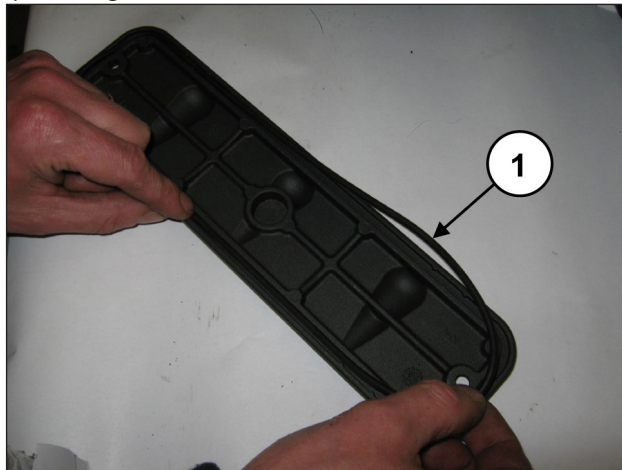
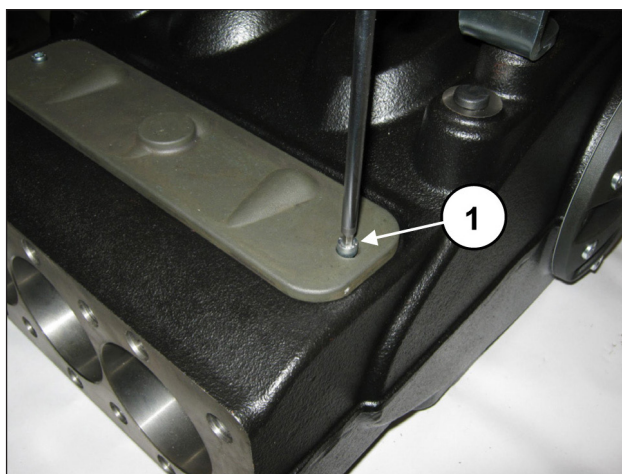

Fig. 189
Fig. 190
Sui coperchi ispezione inserire l'O-ring (pos. ①, Fig. 189) e montare i coperchi mediante l'utilizzo di 2+2 viti M6x14 (pos. ①, Fig. 190).